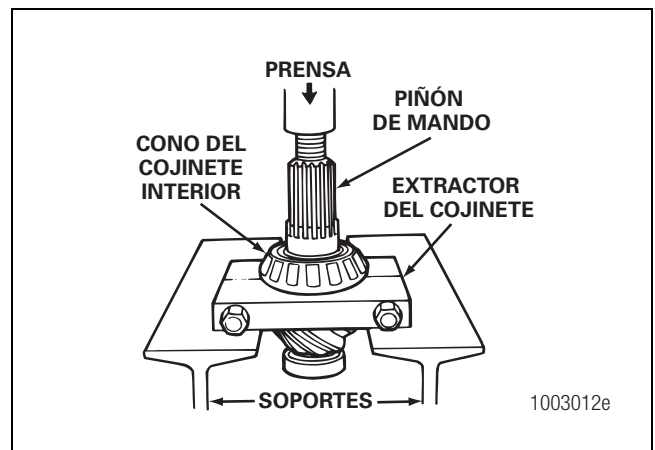

Figura 3.30
- Si es necesario cambiar los cojinetes del piñón, desmonte el cono del cojinete interior del piñón de mando con una prensa y extractor de cojinetes. El extractor debe encajar bajo la pista interna del cono para desmontar el cono correctamente, sin que se dañe. Figura 3.30.